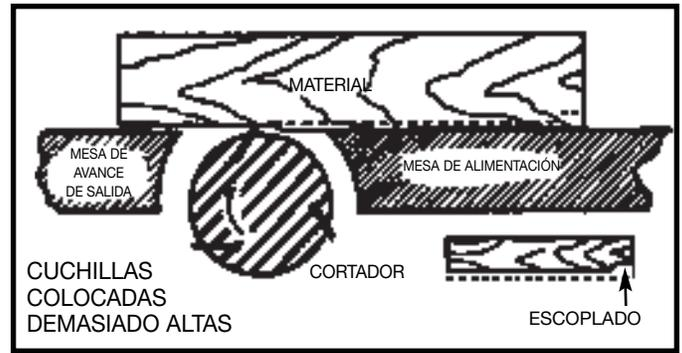

Fig. 33
8. Si las cuchillas han sido colocadas demasiado altas, el material quedará escoplado al final del corte, como lo muestra la Fig. 33.